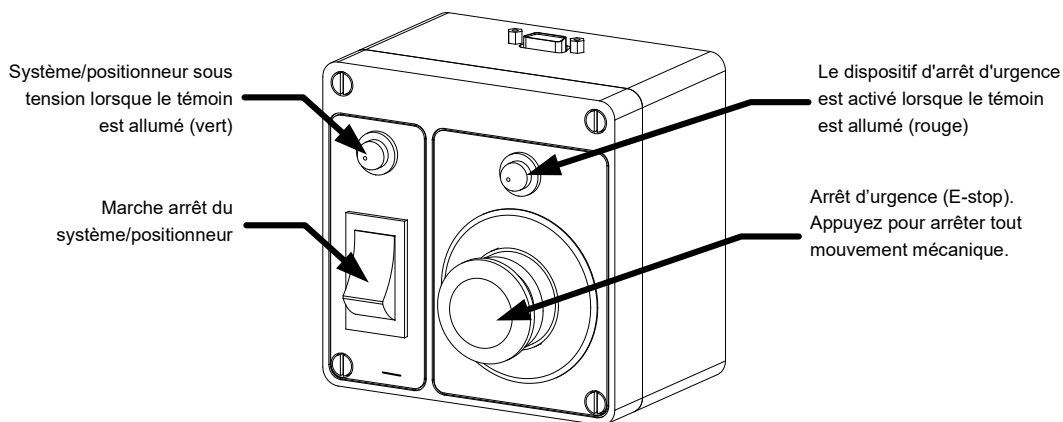

Figure 13. Boîtier d'alimentation dans la salle de commande
4. Mettez le système sous tension. Sur le panneau de commande à distance (situé dans la salle de commande), maintenez le commutateur à bascule en position MARCHE (« I ») pendant environ 1 seconde, jusqu'à ce que le témoin d'alimentation vert s'allume (**Figure 13**).